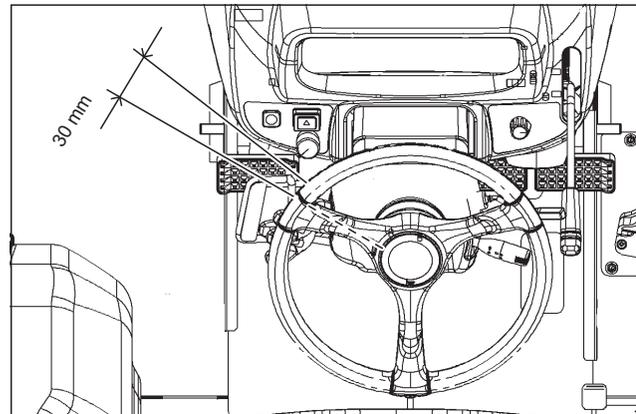

FIG. 184
**FIG. 184 :** La direction ne doit pas présenter de jeu excessif, ce dernier entraîne un jeu axial dans le volant de direction. Le jeu maximal est d'environ 30 mm mesuré à l'extérieur de la couronne du volant de direction.